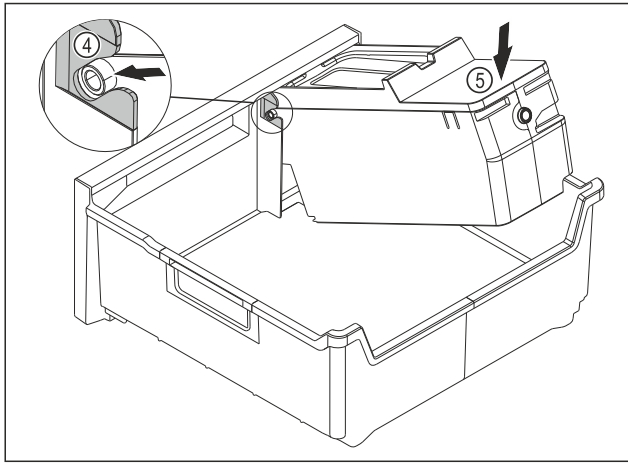

Fig. 95
- ▶ Встановіть корпус EasyTwist-Ice: Вставте осі корпусу EasyTwist-Ice в напрямні Fig. 95 (4).
- ▶ Натисніть на корпус EasyTwist-Ice Fig. 95 (5) ззаду вниз.